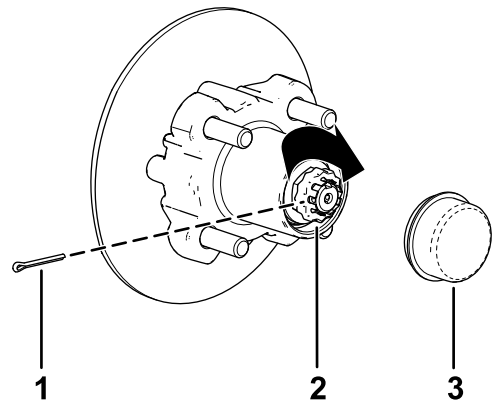

Figure 34
8. Placez le frein d'écrou sur l'écrou et vérifiez que la fente du frein d'écrou et le trou dans la fusée sont alignés et permettent d'insérer la goupille fendue (Figure 34).
9. Insérez la goupille fendue et repliez chaque jambe autour du frein d'écrou (Figure 34).
10. Reposez le couvre-moyeu sur le moyeu (Figure 34).